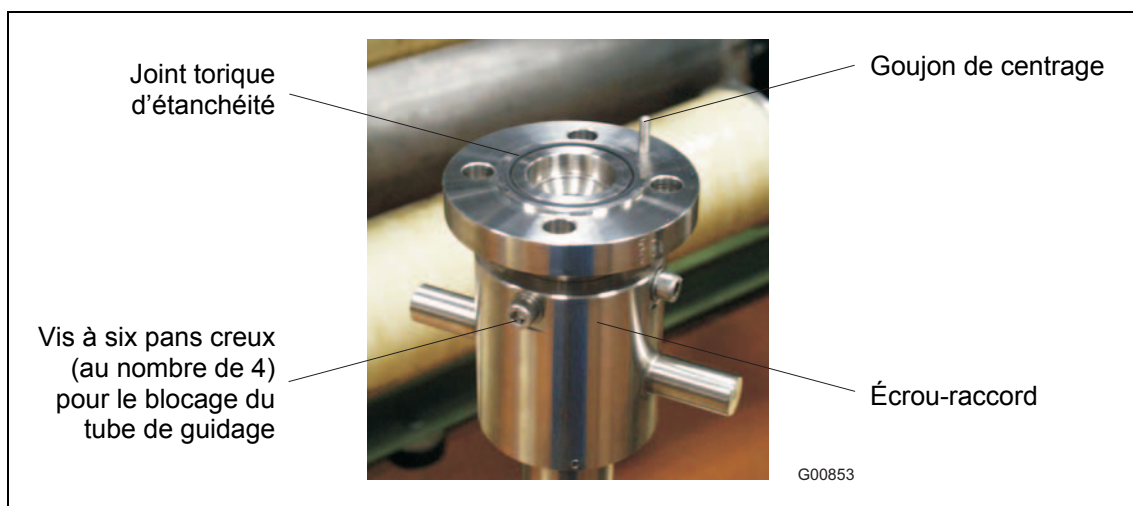

Fig. 13
- Insérer le joint torique (55 x 3 mm [2,16 x 0,12 inch]) dans la gorge prévue à cet effet (Fig. 13). Le joint torique et les vis font partie des fournitures.